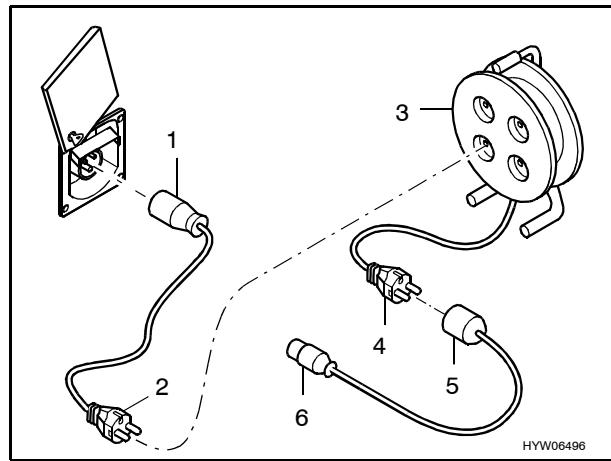

Fig. 61 Possibilità di collegamento per il collegamento a 230 V
- Ribaltare in alto la copertura (Fig. 61).
Giunto di collegamento CEE 17 con contatto di terra (Fig. 61,1) – spina con contatto di terra (Fig. 61,2).
Presa con contatto di terra (Fig. 61,3) – spina con contatto di terra (Fig. 61,4).
Giunto di collegamento con contatto di terra (Fig. 61,5) – spina CEE 17 con contatto di terra (Fig. 61,6).